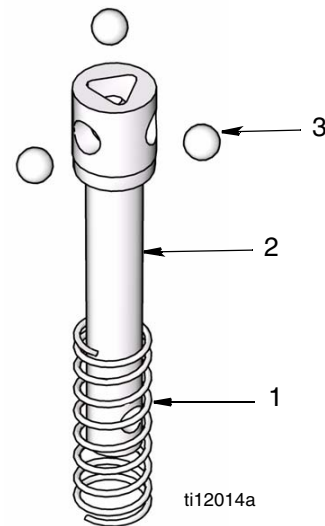

FIG. 13
1. Inserte las bolas (3) en la varilla de disparo (2) (FIG. 13).
2. Deslice el resorte (1) sobre la varilla de disparo (2) (FIG. 13).